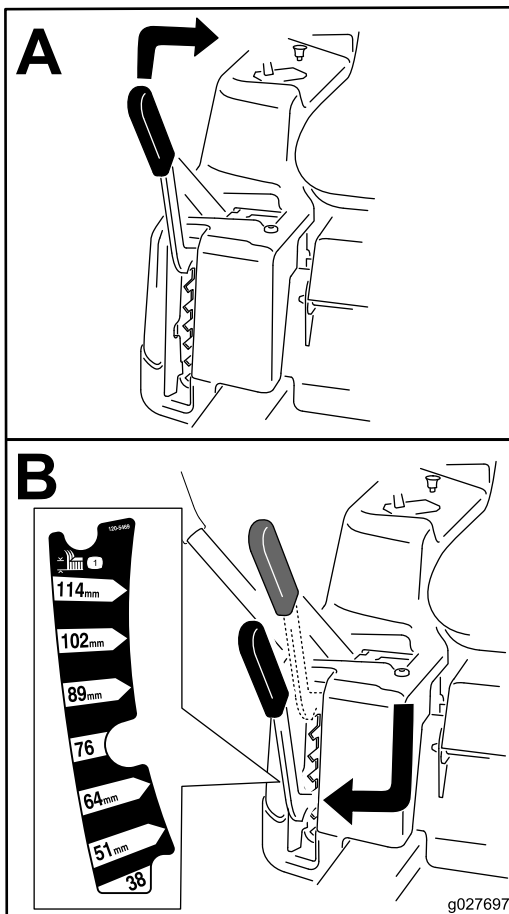

Figure 14
**Remarque:** La position de transport est la hauteur de coupe la plus élevée (115 mm), comme montré à la Figure 14.